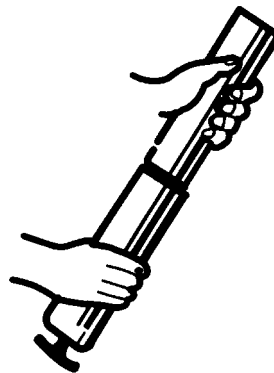

Figura 1:
1. Caricamento della cartuccia (figura 1).